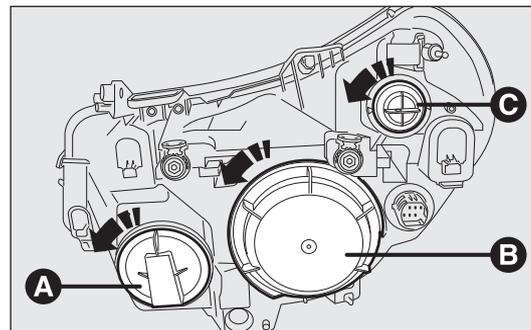

Abb. 175
Um die Lampe der Fernlichter zu wechseln muss der Deckel A – Abb. 175 entfernt werden.
Um die Lampe der Abblendlichter/Standlichter zu wechseln, muss der Deckel B – Abb. 175 entfernt werden.
Zum Auswechseln der Lampe der Fahrtrichtungsanzeiger muss der Deckel C – Abb. 175 abgenommen werden.
- die Schutzkappe B – Abb. 175 durch Drehen gegen den Uhrzeigersinn abnehmen;
- die Schutzkappe B – Abb. 175 durch Drehen im Uhrzeigersinn wieder anbringen und deren ordnungsgemäßen festen Sitz prüfen.
- die Schutzkappe A – Abb. 175 durch Drehen gegen den Uhrzeigersinn abnehmen;
- die Schutzkappe A – Abb. 175 durch Drehen im Uhrzeigersinn wieder anbringen und deren ordnungsgemäßen festen Sitz prüfen.